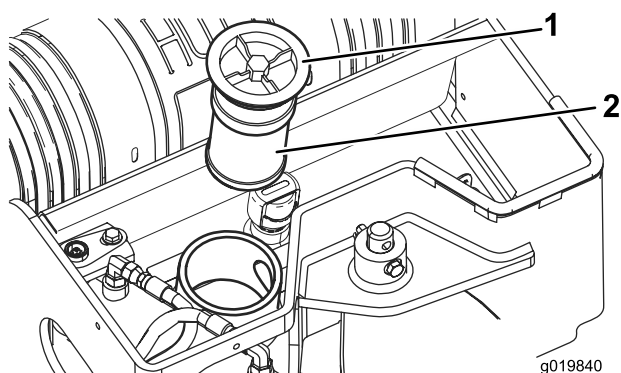

Figura 59
5. Retire y deseche el filtro usado (Figura 59).
6. Instale el filtro hidráulico nuevo y el tapón de llenado (Figura 59) y apriete el perno del tapón a 21–25 Nm.
6. Retire el tapón de llenado del depósito hidráulico y el filtro (Figura 59).
11. Instale el filtro hidráulico y el tapón de llenado (Figura 59) y apriete el perno del tapón a 21–25 Nm.